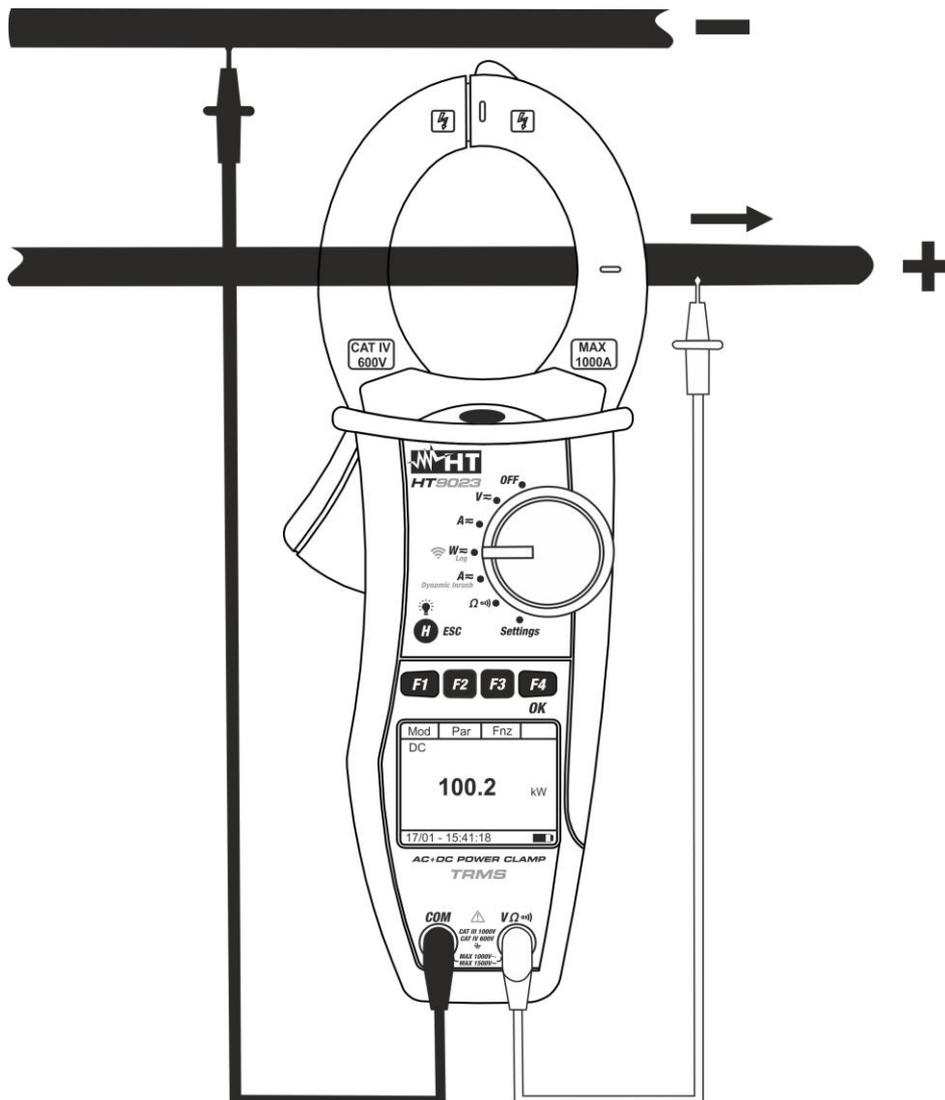

Fig. 12: Misura di Potenza/Energia DC
- Inserire il cavo rosso nel terminale di ingresso **VΩ⁾⁾⁾** e il cavo nero nel terminale di ingresso **COM**. Posizionare il puntale rosso su polo "+" e il puntale nero sul polo "-" e inserire il cavo "+" all'interno del toroide rispettando la direzione della corrente indicata dalla freccia (vedere Fig. 12). Inserire il cavo all'interno del toroide al centro dello stesso al fine di ottenere misure accurate. Utilizzare le tacche presenti come riferimento (vedere Fig. 2)
- Il valore della Potenza DC è mostrato a display espresso in kW. Premere il tasto **F2 (Par)**, selezionare con lo stesso tasto l'opzione "**Tens/Corr**" per la lettura dei valori di tensione DC e corrente DC e confermare con **F4 (OK)**. La seguente videata è mostrata a display